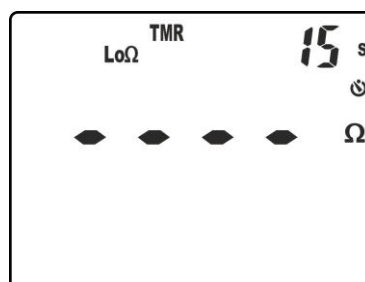

Fig. 30: Impostazione tempo di misura in modo TMR
5. Premere i tasti **▼/☼** o **▲/ZERO** per impostare il tempo di misura (Timer) nel campo: **1s ÷ 30s**. Notare il valore nella parte alta destra del display (vedere Fig. 30)